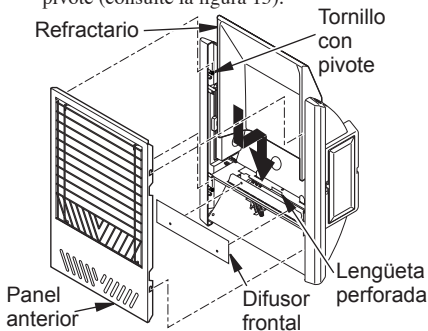

Figura 15 - Retiro del panel anterior y del refractario del calentador
1. Levante el refractario con cuidado y colóquelo en el calentador. Tenga cuidado de no dañar el refractario. Asegúrese de que el refractario descansa detrás de la lengüeta perforada. (consulte la figura 15). Si el refractario está dañado, llame al número telefónico que aparece en la sección *Piezas de repuesto*, en la página 21.
2. Instale un difusor frontal como se muestra en la figura 15.
3. Instale el panel anterior del calentador encajando las ranuras de cada lado en los tornillos con pivote (consulte la figura 15).